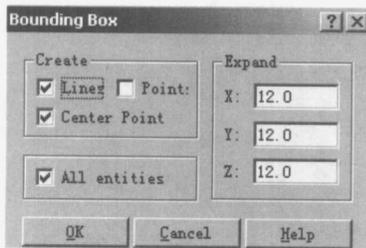

图 1-13
(12) 边界盒功能的改进, 选择 Bounding Box (边界盒) 选项, 打开边界盒对话框, 如图 1-13 所示, 可改变对话框参数, 得到不同边界盒。